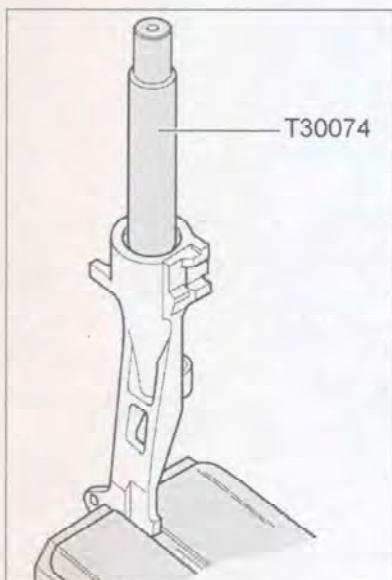

Рис. 7.240. Установка шарикоподшипника в поводок рычага включения передачи заднего хода.
4. Установка шарикоподшипника в поводок рычага включения передачи заднего хода проводится с помощью специального инструмента (рис. 7.240).